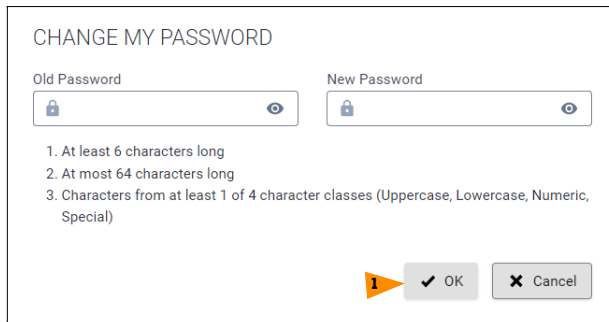

Figura 10. Ventana Change My Password (Cambiar mi contraseña)
6. En la ventana Change My Password (Cambiar mi contraseña), introduzca en el campo Old Password (Contraseña anterior) la contraseña que figura en la etiqueta del gateway y, en el campo New Password (Nueva contraseña), la nueva contraseña que desee, la cual debe cumplir las normas indicadas en la ventana. Seleccione el botón OK (Aceptar) (el elemento 1 de la Figura 10).